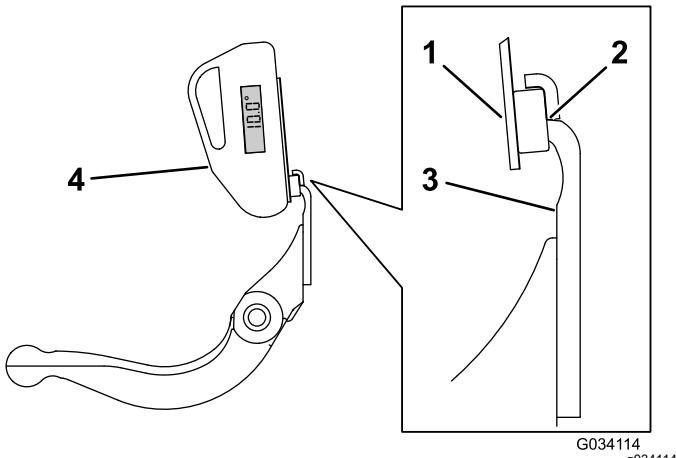

Bild 24
3. Legen Sie die Neigungsmesserbefestigung an die Kante des Untermessers, sodass die Kante des Magnets bündig mit der Kante des Untermessers ist (Bild 24).
4. Legen Sie den Neigungsmesser auf die Befestigung, wie in Bild 24 abgebildet.